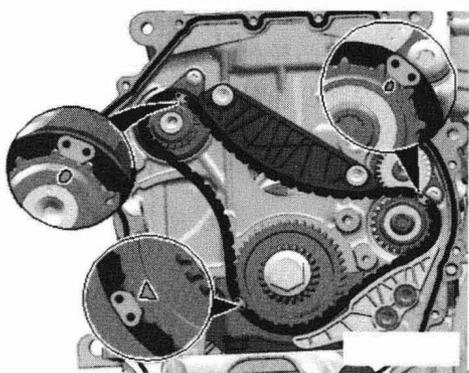

图 1-1-9
(2) 放上平衡轴正时链，正时链的彩色链节必须定位在图 1-1-9 所示的链轮标记上。
(7) 再次检查平衡轴正时是否正确 (图 1-1-9)。